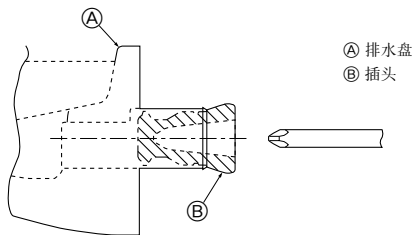

Fig. 5-1
- 使用左侧管时，则确保在右排水端口上插上橡胶插头。(Fig. 5-1)